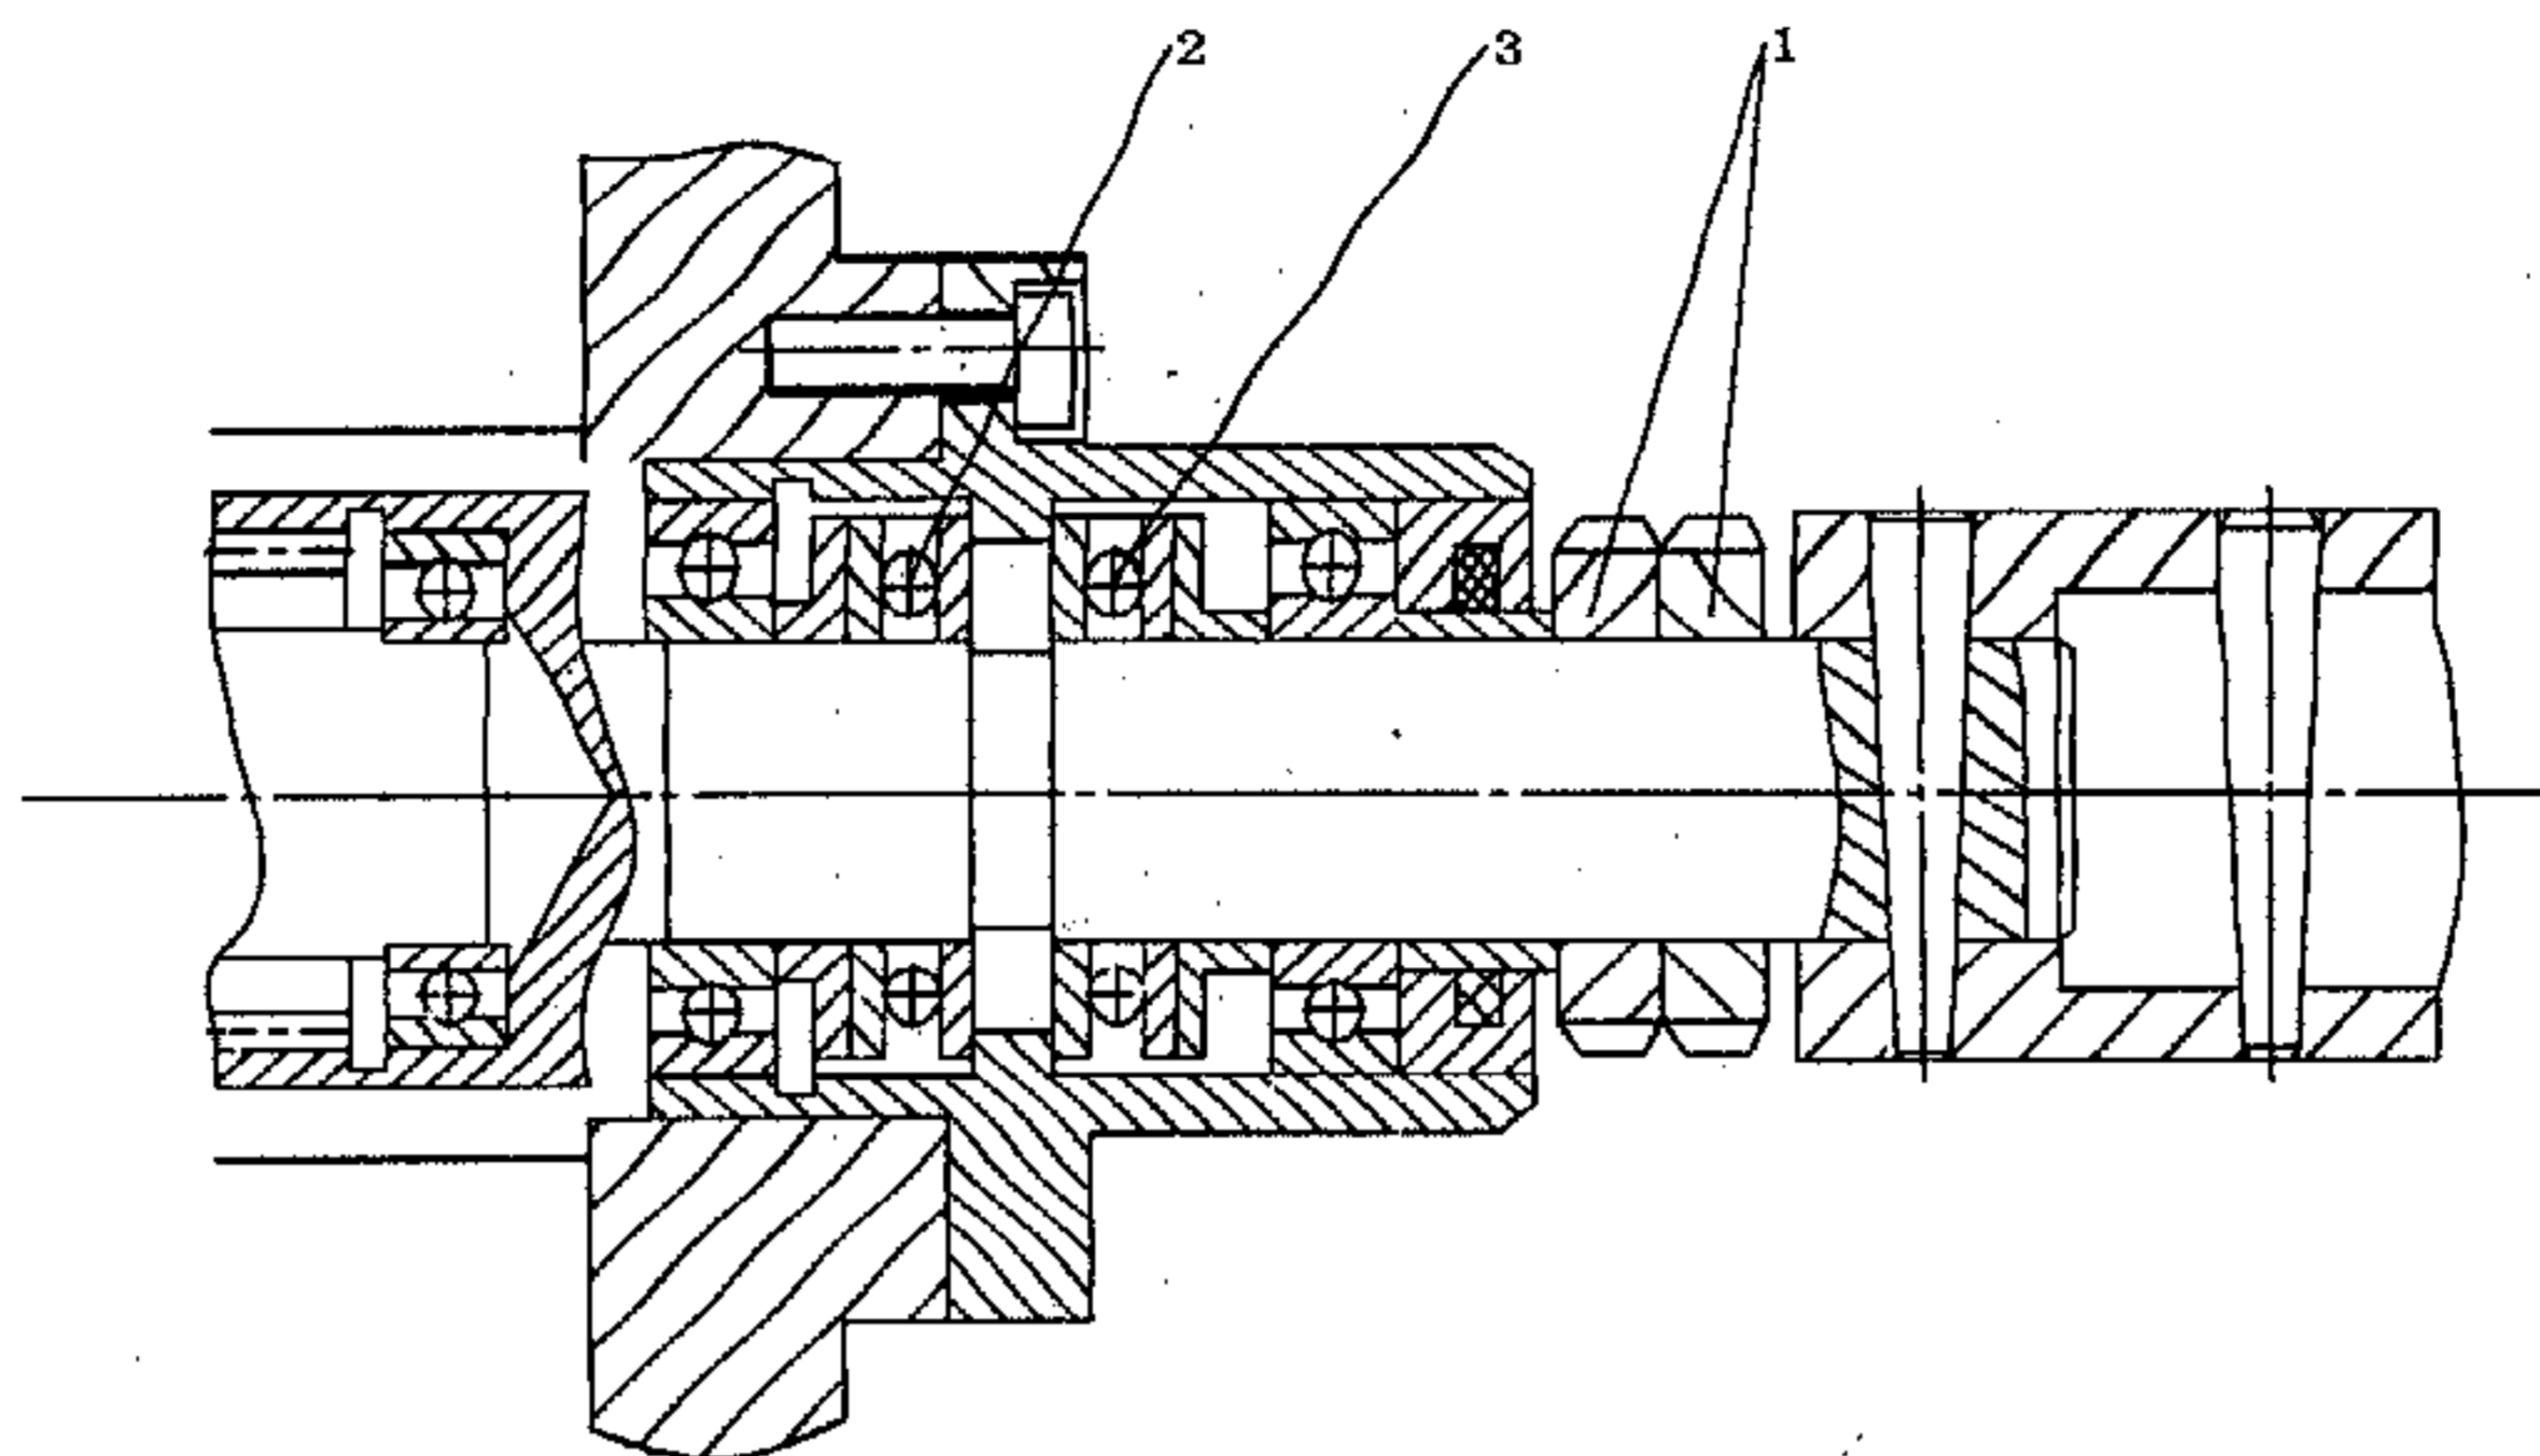

Рис. 11-9 Схема регулировки анти-упорного подшипника ходового винта
гайки (1). Смотрите Рис. 11-9.